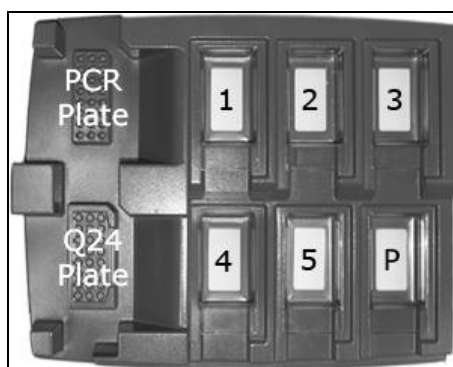

Figura 2. Amplasarea placii PCR (sau strip-urilor) si placii PyroMark Q24 pe statia de lucru in vid
3. **Asezati pe masa de lucru placa PCR (sau strip-ul) din Protocolul 3 si Placa PyroMark Q24 (Figura 2).**
6. Transferati instrumentul de vacuum spre jgheabul care contine 40 ml 70% etanol (Figura 2). Clatiti sondele cu filtru timp de 5 secunde.
7. Transferati instrumentul spre jgheabul ce contine 40 ml Solutie de Denaturare (Figura 2). Clatiti sondele cu filtru timp de 5 secunde.
8. Transferati instrumentul spre jgheabul care contine 50 ml Solutie tampon de spalare (Figura 2). Clatiti sondele cu filtru timp de 10 secunde.
12. Se transfera instrumentul de vacuum deasupra jgheabului ce contine apa de inalta puritate (Figura 2) si se agita instrumentul timp de 10 secunde.
13. Spalati sondele cu filtru prin scufundare in apa puritate inalta (Figura 2) si prin aplicare de vid. Clatiti sondele cu 70 ml apa puritate inalta.